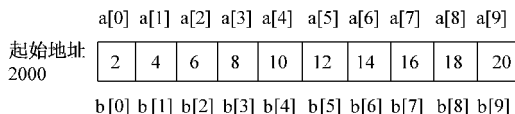

图 6-3 数组元素分布
2) 在普通变量或数组元素作为函数参数时，变量是由编译器分配的两个不同的内存单元。在函数调用时，实参变量的值将赋予形参变量。在用数组名作为函数参数时，不是进行值的传送，并不是把实参数组的每一个元素的值都赋予形参数组的各个元素。因为实际上形参数组并不存在，编译器不会为形参数组分配内存。看到这里，或许你会问，那么数据到底是如何传送的呢？我们曾介绍过，数组名就是数组的首地址。数组名作函数参数时，其实是将地址进行了传送，也就是说把实参数组的首地址赋予形参数组名。因此，形参数组和实参数组其实就是同一个数组，它们共同占用一段内存空间。两者之间的关系如图 6-3 所示。
图 6-3 直观地显示了它们之间的关系。图中设 a 为整型实参数组。数组 a 的起始地址为 2000，由此开始连续若干内存空间被 a 所占用。b 为形参数组。当函数被调用时，进行地址传递，把实参数组 a 的首地址传送给形参数组名 b，于是 b 的首地址便为 2000。于是 a，b 两数组共占 2000 为首地址的一段连续内存单元。从图中还可以看出 a 和 b 下标相同的元素实际上也占相同的两个内存单元（整型数组每个元素占 2 个字节）。例如 a [1] 和 b [1] 都占用 2002 和 2003 单元，当然 a [1] 等于 b [1]。类推则有 a [i] 等于 b [i]。